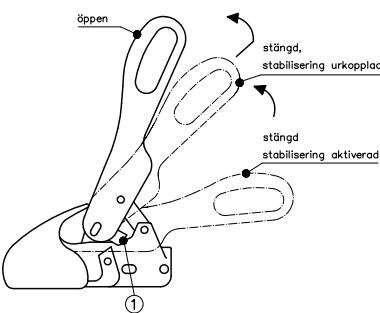

Bild 6 : Avaktivering stabiliseringarfunktion Avkoppling
Dra manöverhandtaget längsamt uppåt för att avaktivera stabiliseringarfunktionen (bild 6).
Dra ut belysningskontakten och lossa katastrofwiren, dra manöverspaken långsamt uppåt för att aktivera stabiliseringen (bild 6), dra tillbaka manöverhandtaget och lyft det samtidigt (bild 6) så, att säkringskronorna (1) på sidorna svängs över säkringsytorna och manöverspaken kan ställas i det öppna läget. Med hjälp av stödhjulet kan nu släpet kopplas av från dragfordonet.